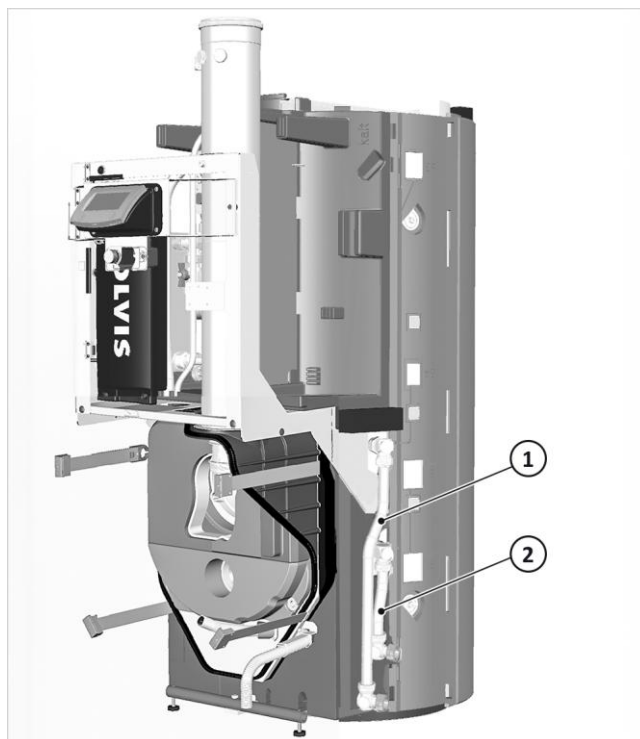

Fig. 37: Attacco H-VL (1) / H-RL (2) per SCR esterna
- Smontare entrambi gli angoli sull'attacco di mandata e ritorno del riscaldamento (vedere ➔ fig. 37, pag. 19).